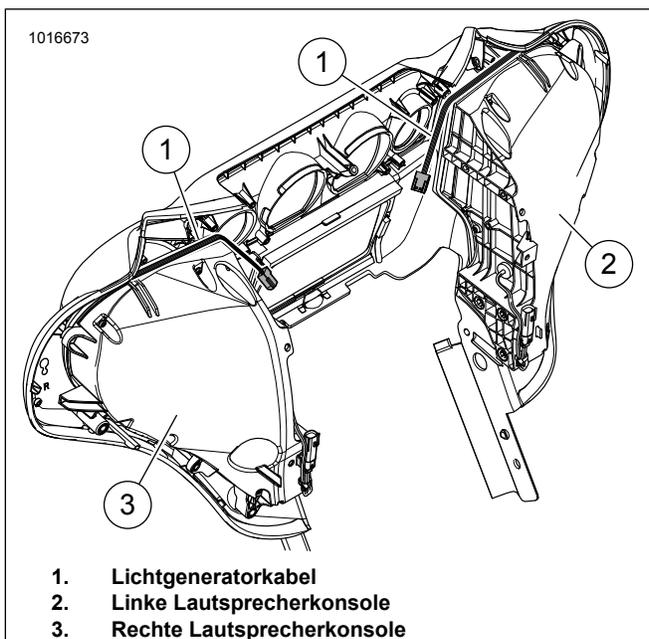

Abbildung 5. FLH-Gehäuse
8. Siehe Abbildung 5. Das Lichtgeneratorkabel (1) wie dargestellt verlegen. Kabel mit Kabelbinder befestigen.